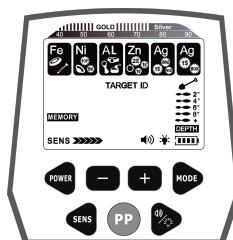

Fig.11
- a. Premere nuovamente il pulsante MODE e il cursore MEMORY si accende. Il cursore di discriminazione del bersaglio è tutto illuminato. (Vedere Fig.11)
- e. Se si desidera cercare altri metalli materiali, premere nuovamente il pulsante "MODE". Il cursore MEMORY si illumina ancora e mostra ancora la stessa immagine della Fig.11. Ripetere quindi l'operazione precedente.
- f. Per uscire dalla modalità MEMORY, premere il pulsante MODE, facendo tornare il rilevatore allo stato della Fig.11. Quindi premere nuovamente il pulsante MODE per uscire dalla modalità MEMORY ed entrare nella modalità di funzionamento successiva.